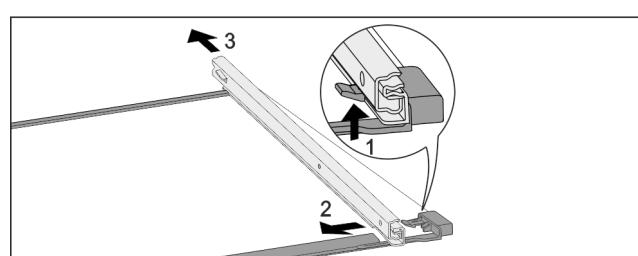

Fig. 133 Sklenená doska s kolajničkami
- Potlačte predný západkový hák nahor. Fig. 133 (1)
- Odsuňte vyťahovaciu kolajničku do strany Fig. 133 (2) a dozadu Fig. 133 (3).